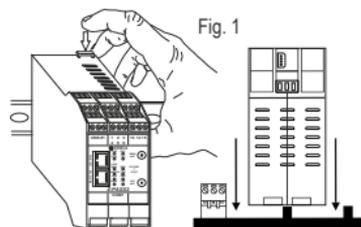

Fig. 1
- 2) Inserire il connettore posteriore IDC10 del modulo su uno slot libero dell'accessorio per guida OMEGA come illustrato in Fig. 1. (L'inserimento è univoco perchè i connettori sono polarizzati).
- 3) Per fissare il modulo alla guida OMEGA stringere i due ganci posti ai lati del connettore posteriore IDC10 come illustrato in Fig. 1.